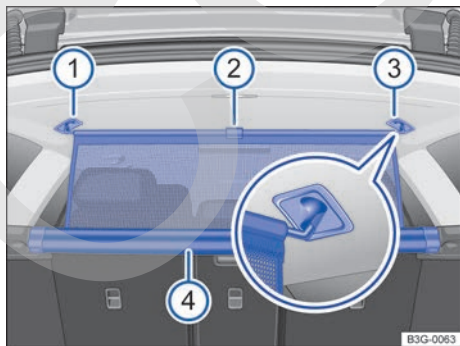

Fig. 196 En el maletero: enganchar la red de separación.
- Tire hacia arriba de la lengüeta → fig. 196 ② para sacar la red de separación de la carcasa ④.
- Enganche la red en el lado derecho → fig. 196 ③ (imagen ampliada).
- Enganche la red en el alojamiento del lado izquierdo → fig. 196 ① comprimiendo la barra transversal.
La red de separación está montada correctamente cuando los extremos en forma de T están enganchados fijamente en los alojamientos correspondientes → fig. 196 ③ y ①.
- Desenganche la barra transversal de los alojamientos → fig. 196 ③ y ①.
- Enrolle la red en la carcasa → fig. 196 ④ guiándola hacia abajo del todo con la mano.